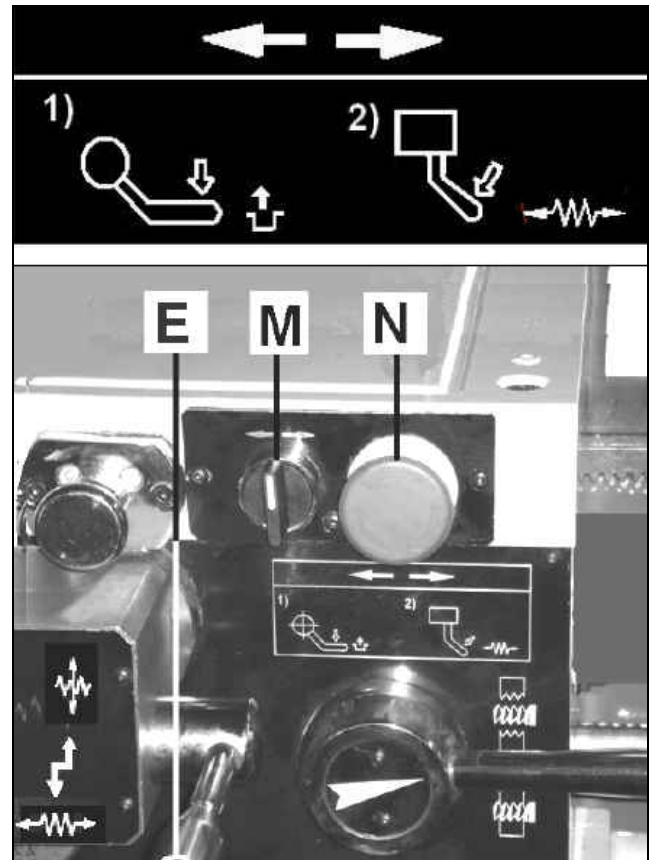

Fig 17
- den Vorschub Wahlhebel (E, Fig 17) einkuppeln ...nach links-unten auf Stellung
- den Eilgang Wahlschalter (M, Fig 17) in die gewünschte Richtung drehen.